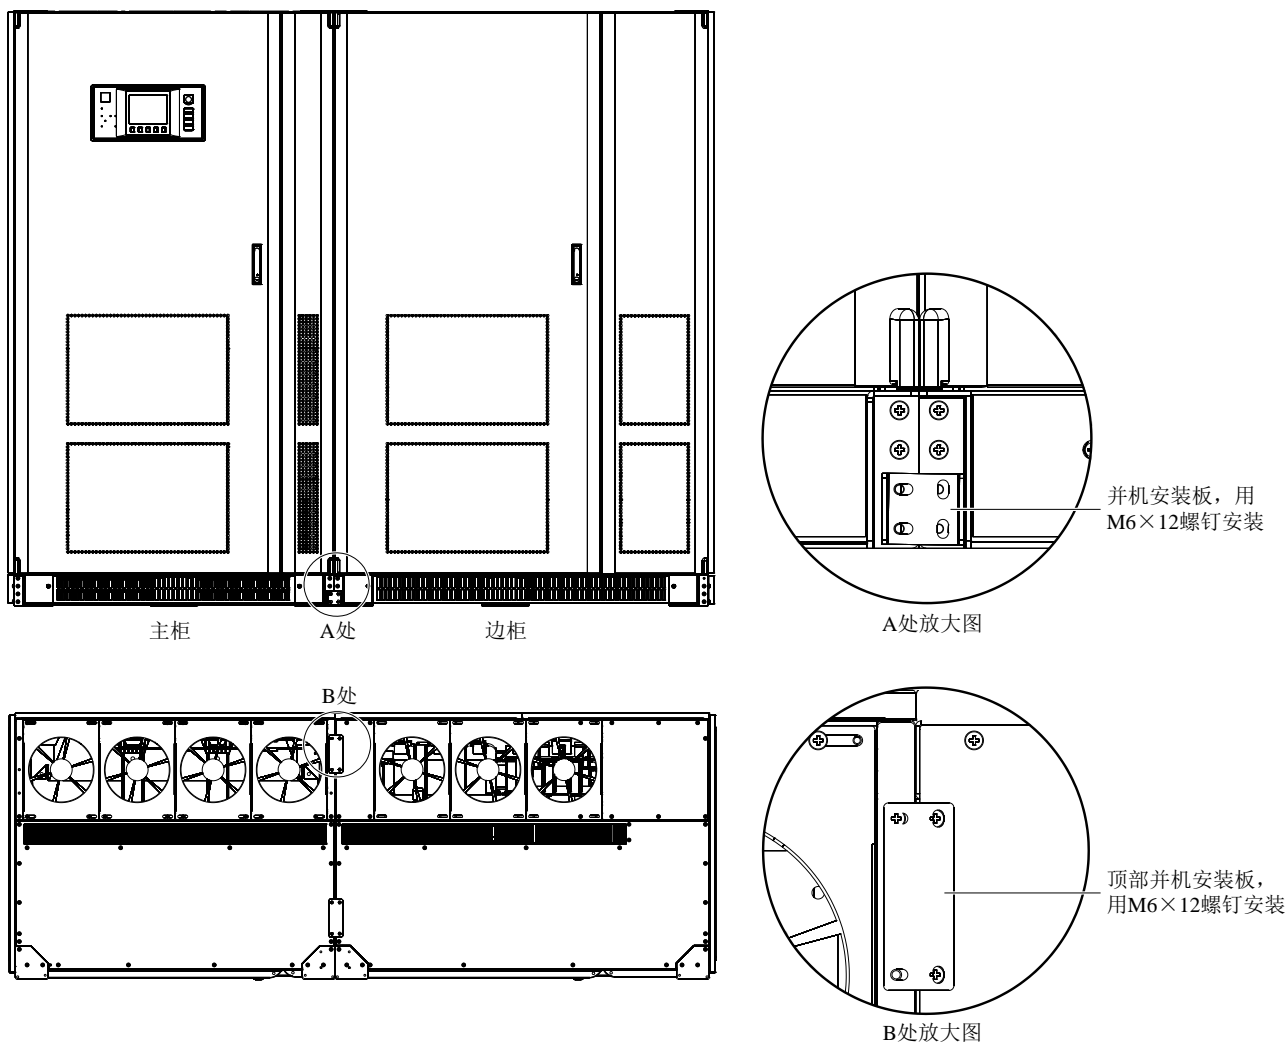
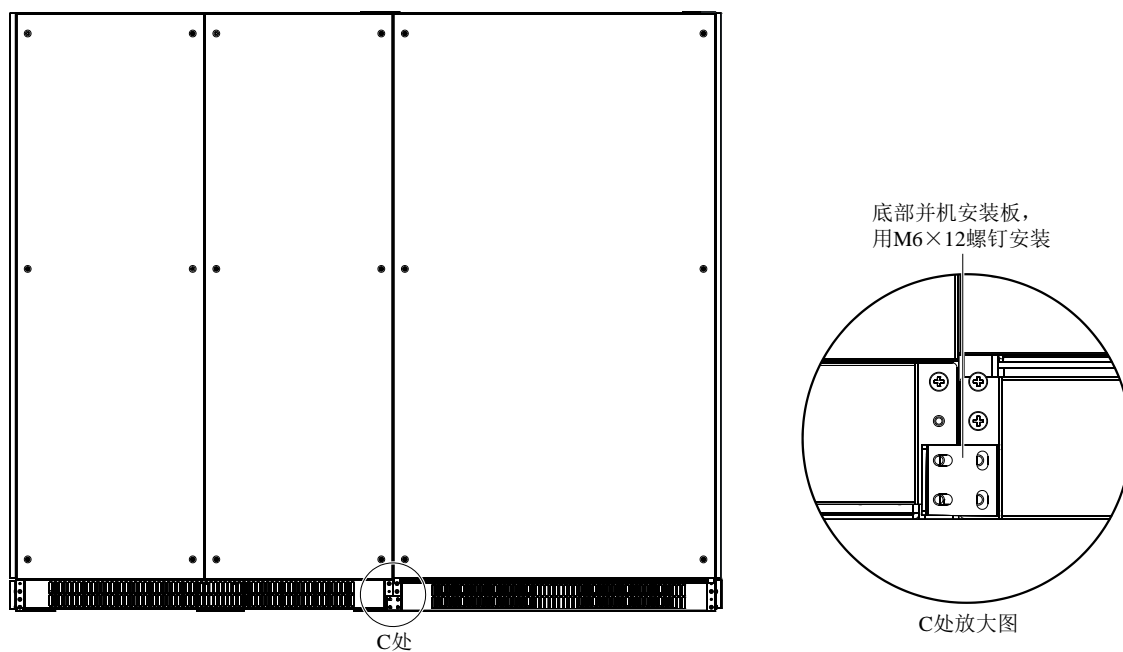

图2-12 400kVA UPS (12 脉) 并柜机械连接 (正视图)
图2-13 400kVA UPS (12 脉) 并柜机械连接 (后视图)
3. 安装前部后部以及顶部并柜连接板，如图 2-12 和图 2-13 所示。